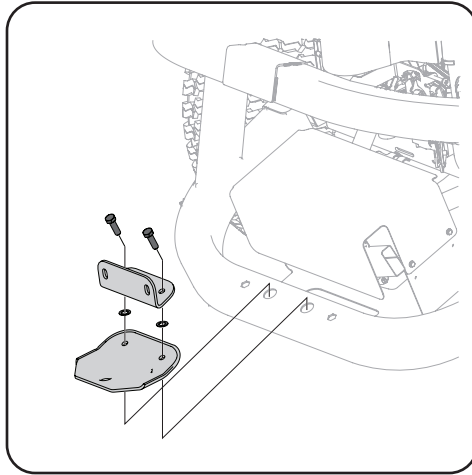

Figura 4-7
1. Coloque y sujete el conjunto del colgador en la ménsula de soporte vertical usando dos pernos de carro (710-0276) dos arandelas de cubeta (736-0242) y dos tuercas de seguridad con brida (712-04063) del paquete de herrajes 689-01419. Consulte la Figura 4-7.